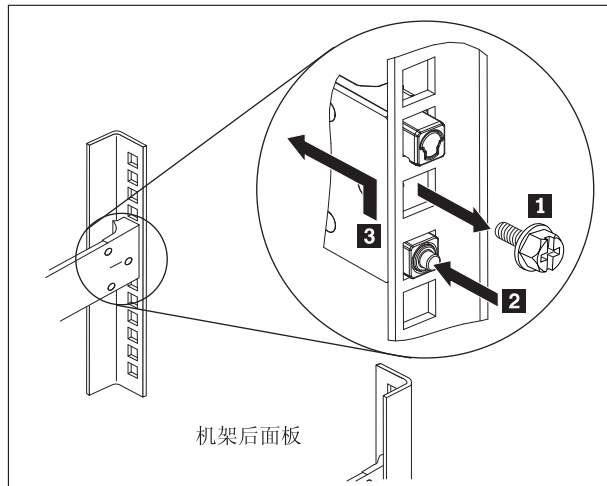

图 22. 将设备后部抬离导轨
3. 卸下滑轨后端，如第 52 页的图 22 所示。推入销钉 **1** 和 **2**，向后推导轨 **3** 以使滑轨从机架后部脱离。